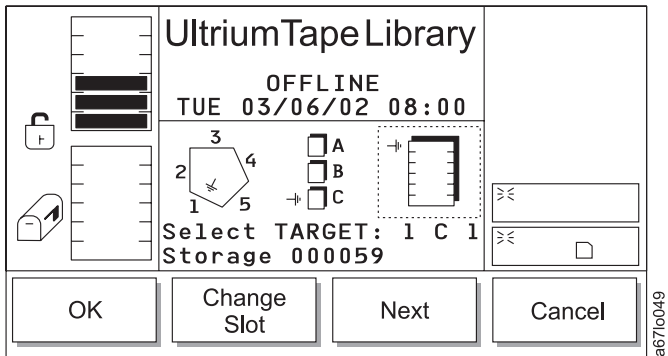

Abbildung 88. Dialog für Fachwechsel
- Wird **Next** ausgewählt, ändert sich der aktuelle Quellenparameter von einem Magazin in ein Ablagefach, und der Dialog für Fachwechsel erscheint (siehe Abb. 88).
Tabelle 37. Übersetzung von Abb. 88, Dialog für Fachwechsel